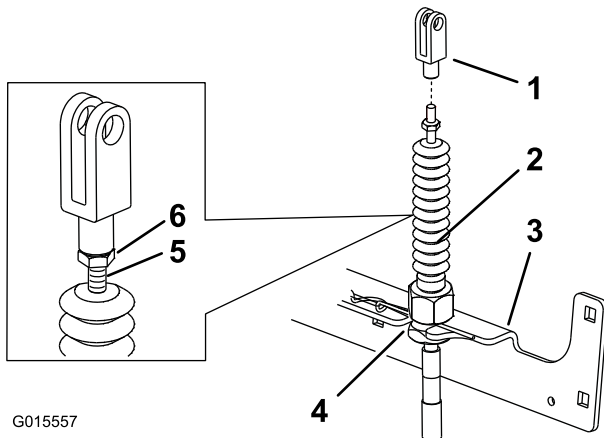

Figura 12
2. Sujete la horquilla y apriete la contratuercas contra la horquilla para sujetarla en su sitio. Repita en el otro lado (Figura 12).
4. Coloque los cables en las ranuras del travesaño con las tuercas de ajuste encima (Figura 12).